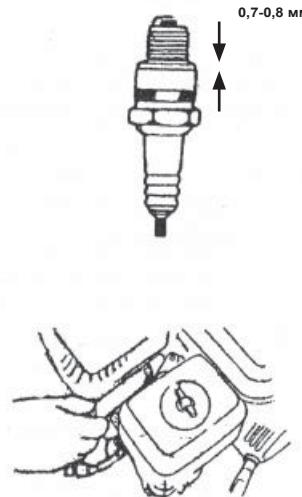

Рис.29
- в) Измерьте зазор свечи при помощи щупа. Зазор должен составлять от 0,7 до 0,8 мм (Рис.29). Отрегулируйте расстояние, сгибая боковой электрод;